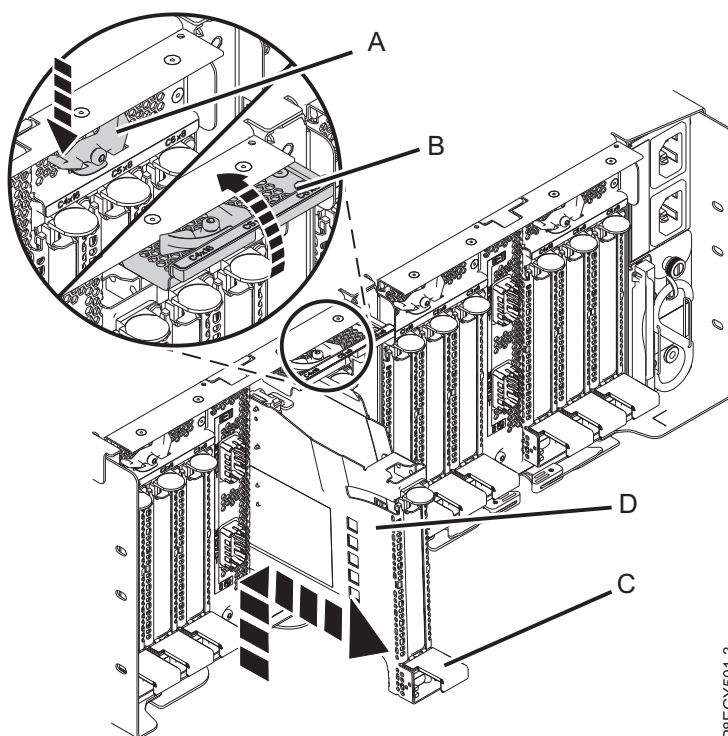

Figure 19. Retrait d'une cassette de cartes PCIe du tiroir d'extension PCIe3
- a. Appuyez sur le loquet de verrouillage (A) sur l'emplacement cible, comme illustré dans la figure 19. Cette action permet de faire pivoter la porte de verrouillage en position ouverte. Voir (B) dans la figure 19.
- b. Soulevez la poignée de la cassette (C) et dégagez la cassette (D) de son emplacement, comme illustré dans la figure 19.